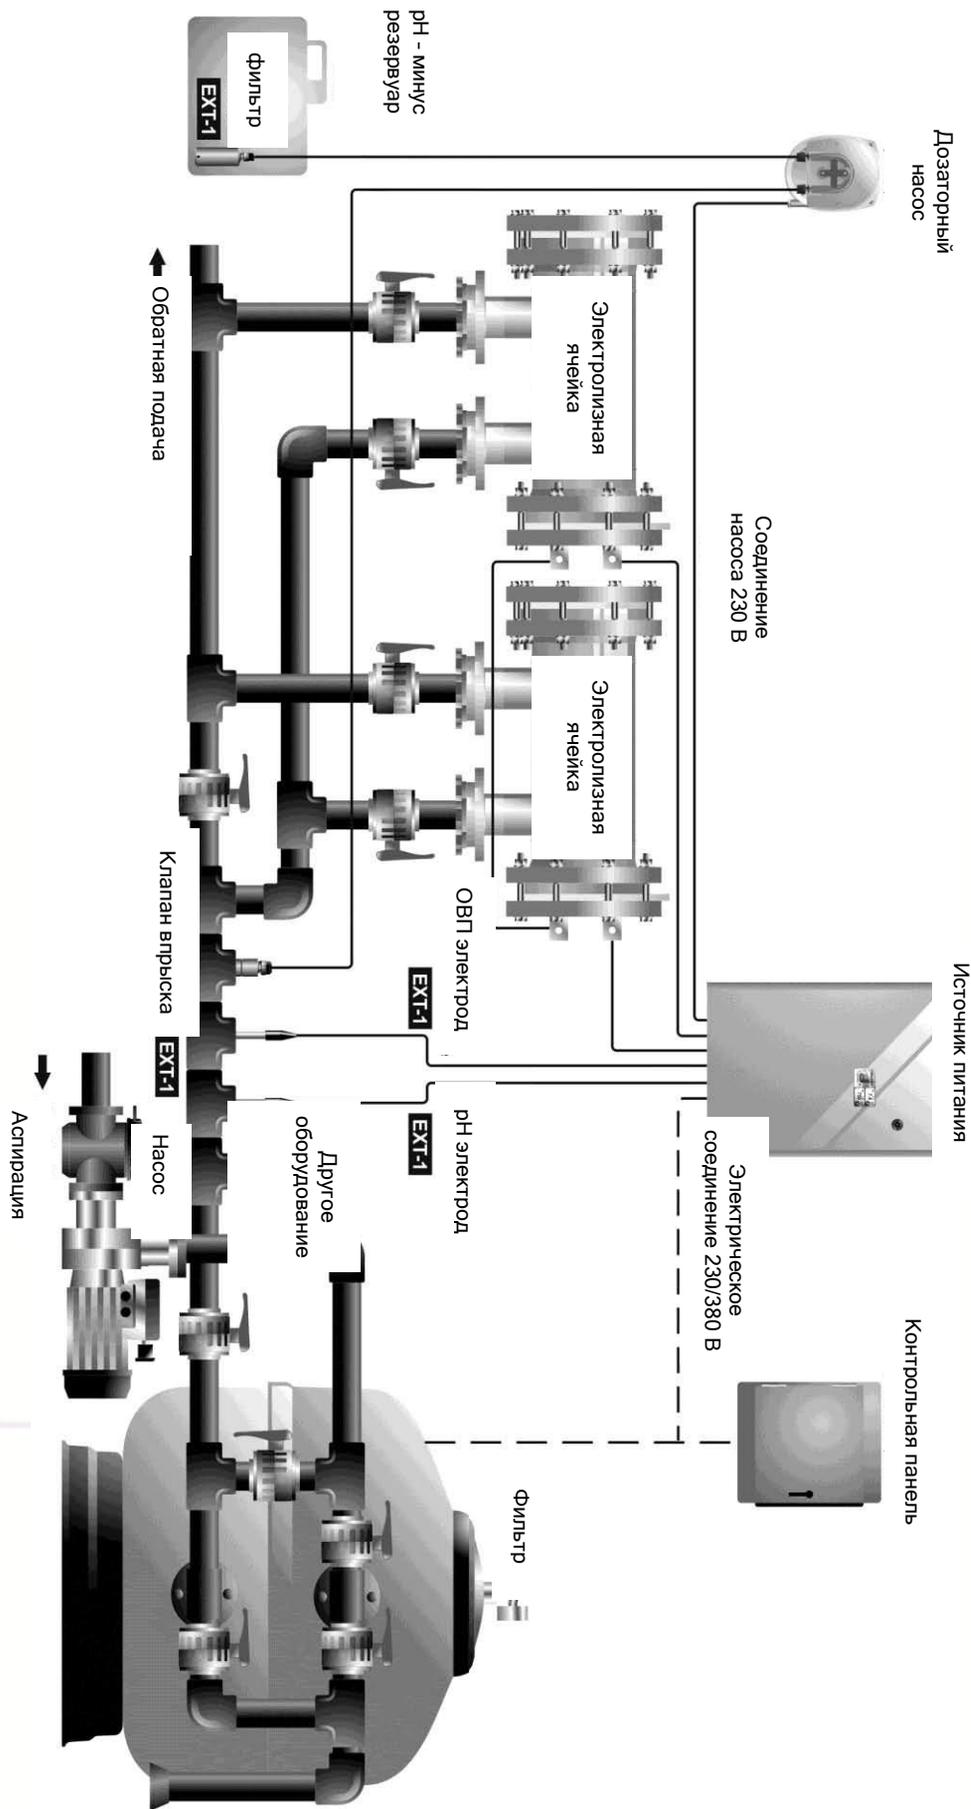

Рисунок 2 Рекомендуемая схема установки (МОДЕЛЬ 600/EX (M) стандартная модель, модели
4.4.1. Датчик рН EXT-1 и датчик ОВП EXT-1 (Рисунок 2)
4.4.2. Датчик pH EXT-1E, EXT-2 (Рисунки 3.1, 3.2) и датчик ОВП EXT-1E (Рисунок 2)